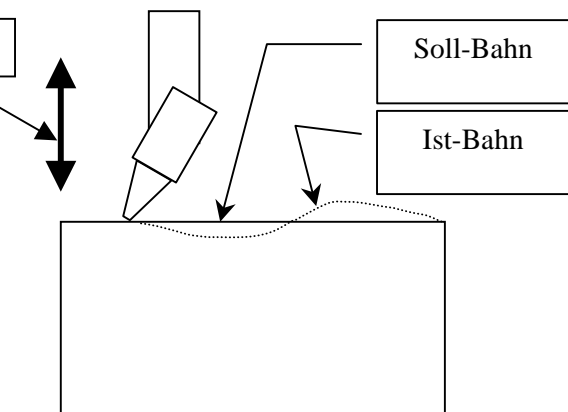

Abb. 4
- die Funktion SKAT_ON2 erlaubt die Festlegung der Ebene, auf der gearbeitet werden soll. Die Korrekturen werden in senkrechter Richtung zu der Ebene vorgenommen, die als unabhängig von der Ausrichtung des Kopfes definiert wurde (Abb. 4).